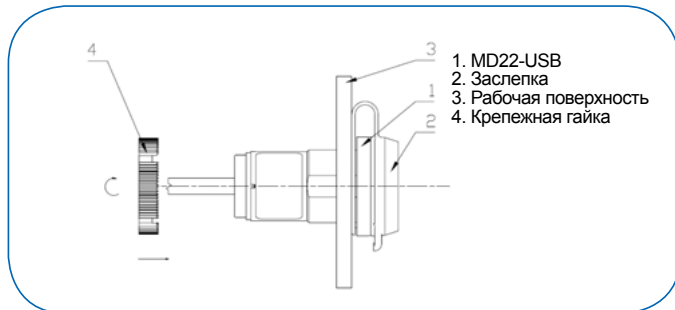

Рис. 1 Монтаж
Разъем MD22-USB (1) с защитной заслепкой (2) поместите в монтажное отверстие с лицевой стороны рабочей поверхности (3), затем ввинтите крепежную гайку в деталь под консолью (4) чтобы обездвигить соединение и закрепить отверстие (рис.1).